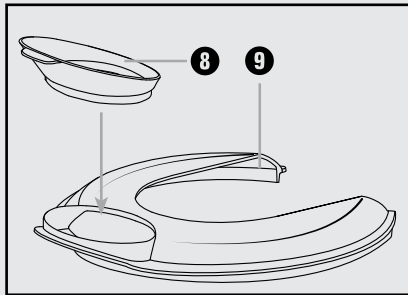

Fig. 2: Montagem do dispositivo de enchimento
- ▶ Se desejar, pode montar o dispositivo de enchimento 8 na tampa 9 (Fig. 2):